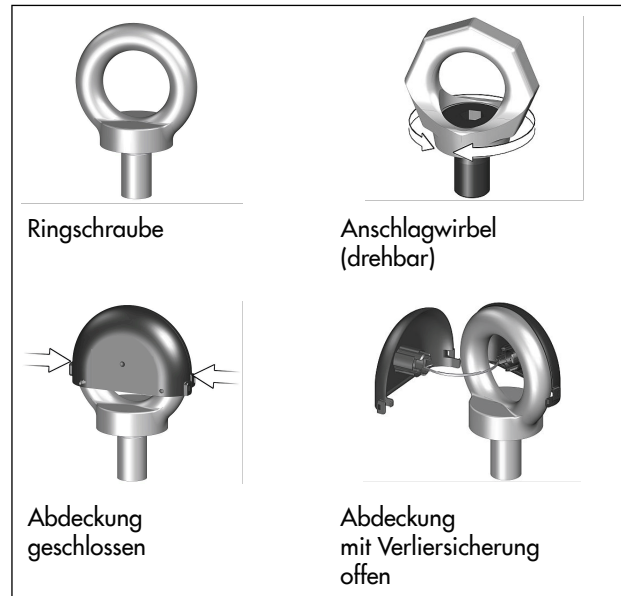

Bild 7: Verliersicherung an Ringschraube/Anschlagwirbel
1. Ringschraubenabdeckung durch leichten Druck auf die beiden seitlichen Klipsverbindungen öffnen und abnehmen, vgl. Bild 7.
6. Nach Montage: Hebeschlingen entfernen und Ringschraubenabdeckung wieder anbringen und schließen, vgl. Bild 7.